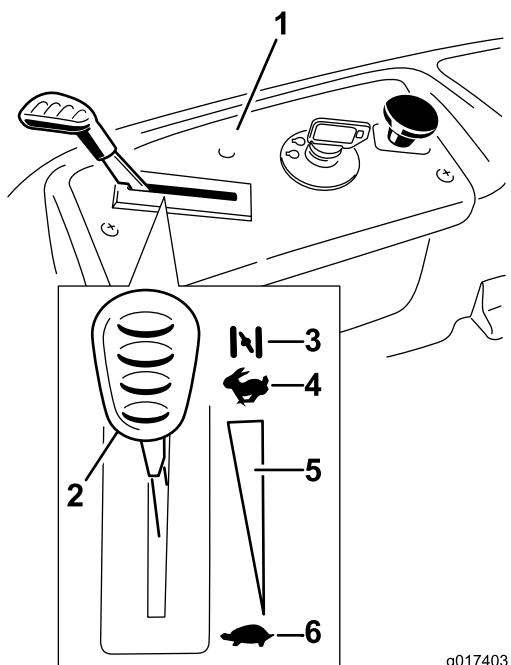

Figure 12
3. Placez la commande d'accélérateur en position Starter pour démarrer à froid (Figure 12).
5. Lorsque le moteur a démarré, amenez progressivement la commande d'accélérateur en position Haut régime (Figure 12). Si le moteur cale ou hésite, ramenez la commande d'accélérateur en position de starter pendant quelques secondes. Répétez l'opération si nécessaire.
- Tournez la clé de contact à la position contact coupé (Figure 12) et enlevez-la.